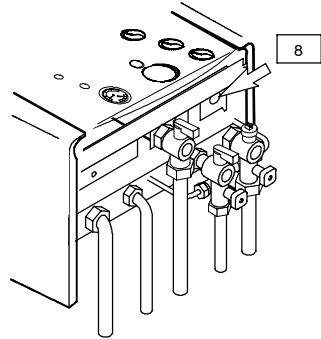

Fig. 3.4
- 6 Raccorder l'évacuation de la soupape de sûreté (8 – Fig. 3.4) à un entonnoir de décharge.